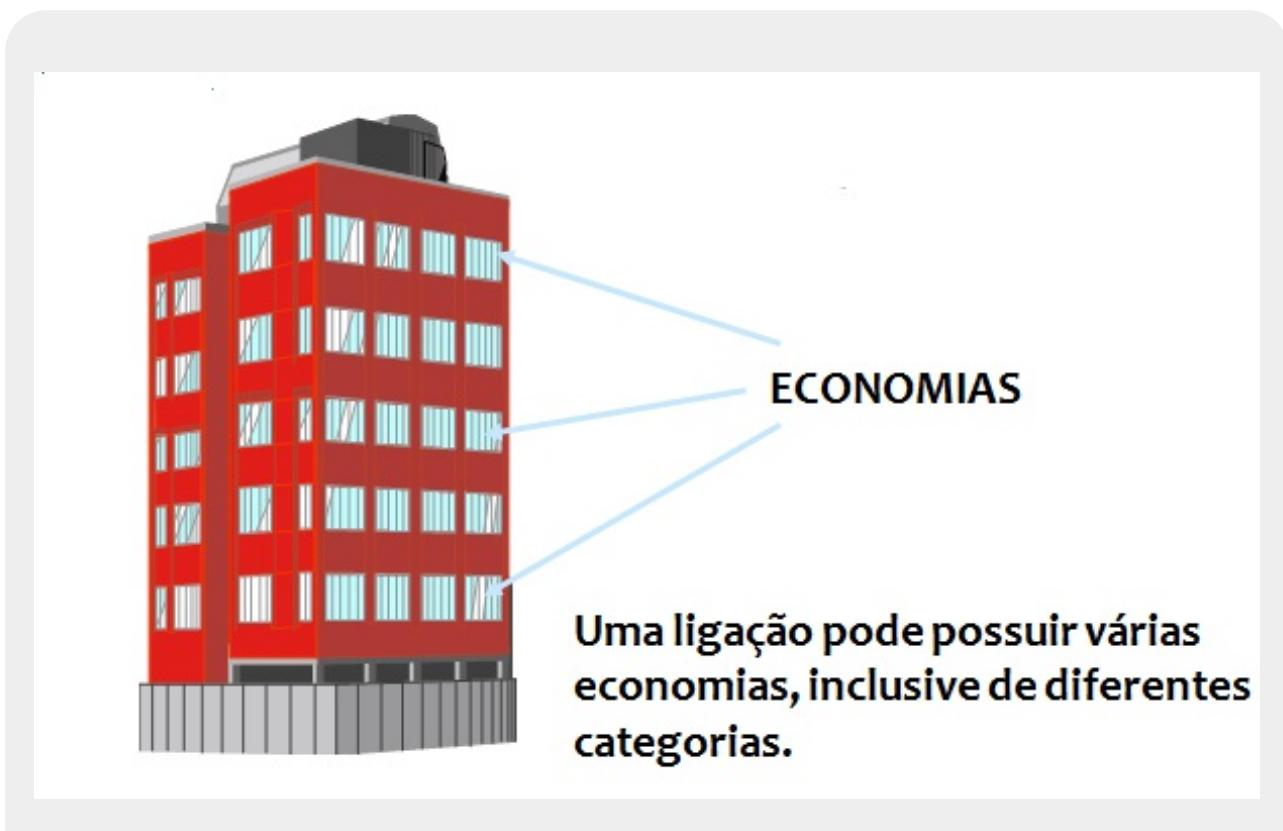

Figura 3: Exemplo de Imóvel Economia
1. Economia – imóvel ou subdivisão de um imóvel, considerado ocupável, com entrada própria independente das demais, que tenha Razão Social distinta e com instalação para o abastecimento de água e/ou coleta de esgoto (conforme **Figura 3**).